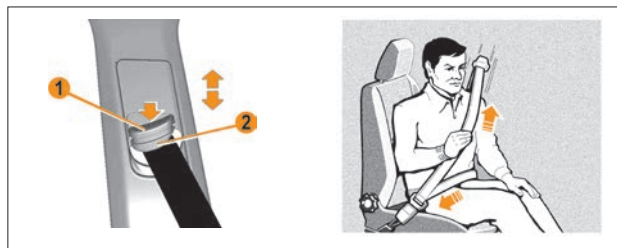

Рис. 2. Пристегивание ремня безопасности
- Чтобы отрегулировать положение диагональной ветви ремня относительно шеи (только для переднего ряда сидений) установите регулятор **2** (рис. 2) в одно из фиксированных положений так, чтобы верхняя часть ремня располагалась
Для перемещения регулятора вниз нажмите на клавишу **1** (рис. 2) и переместите регулятор. Перемещение регулятора вверх осуществляйте без нажатия на клавишу. Завершив регулировку ремня безопасности, убедитесь, что он надёжно зафиксирован.